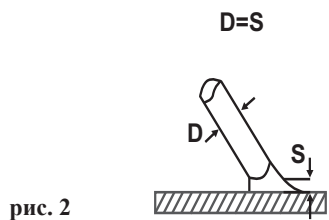

рис. 2
7.6 Как только произойдет зажигание дуги, электрод нужно держать на таком расстоянии S (см. рис. 2) от обрабатываемого материала, которое соответствует диаметру электрода D (см. рис. 2). Для получения равномерного шва далее необходимо соблюдать эту дистанцию по возможности постоянной. Также необходимо помнить, что наклон оси электрода должен быть примерно 20-30 градусов. (см. рис. 3).